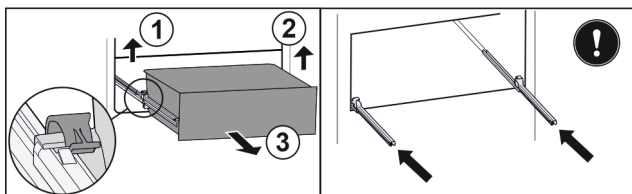

Fig. 142
- ▶ Zvedněte levou svorku a současně vytáhněte zásuvku vlevo dopředu. Fig. 142 (1)
- ▶ Zvedněte pravou svorku a současně vytáhněte zásuvku vpravo dopředu. Fig. 142 (2)
- ▶ Vyjměte zásuvku dopředu. Fig. 142 (3)